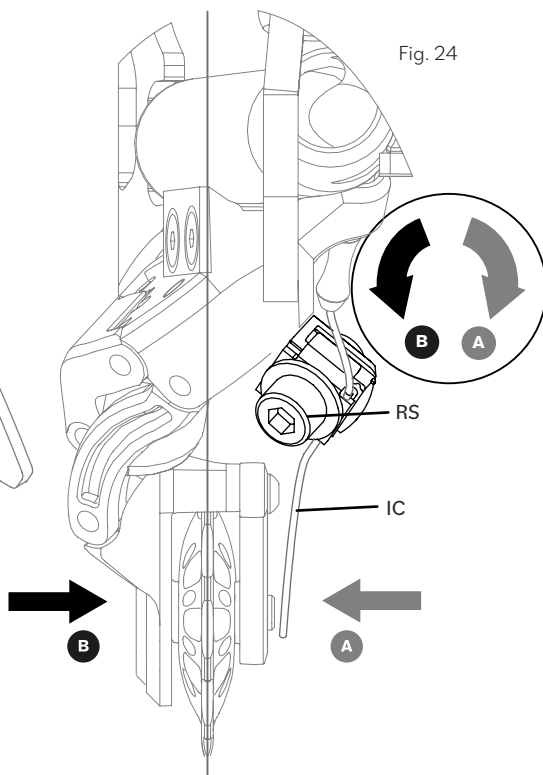

Fig. 24
- Serrez le boulon RS maintenant le câble en place à l'intérieur du dérailleur (fig. 24)